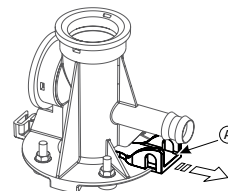

Рис. 9.e
- включите механическое устройство под бачком (см. часть А, Рис. 9.e).